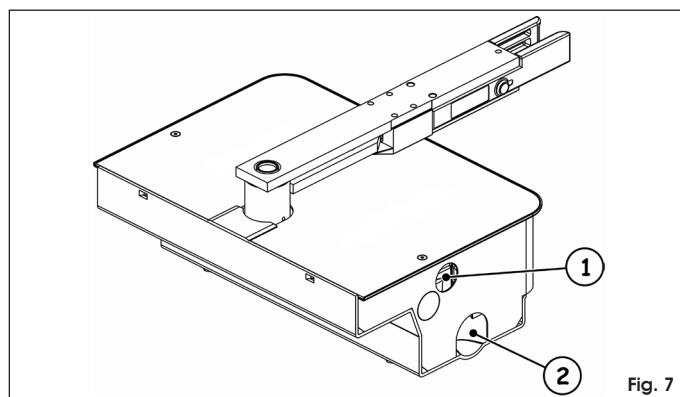

Fig. 7
3. Poser un tube de PVC de 35 mm de diamètre pour le passage d'un câble à 4 conducteurs, pour alimenter la platine électronique de commande (Fig. 7 réf. ①). D'autre part, il est recommandé de prévoir un tube de drainage pour l'eau pluviale relié à un conduit d'évacuation (Fig. 7 réf. ②).